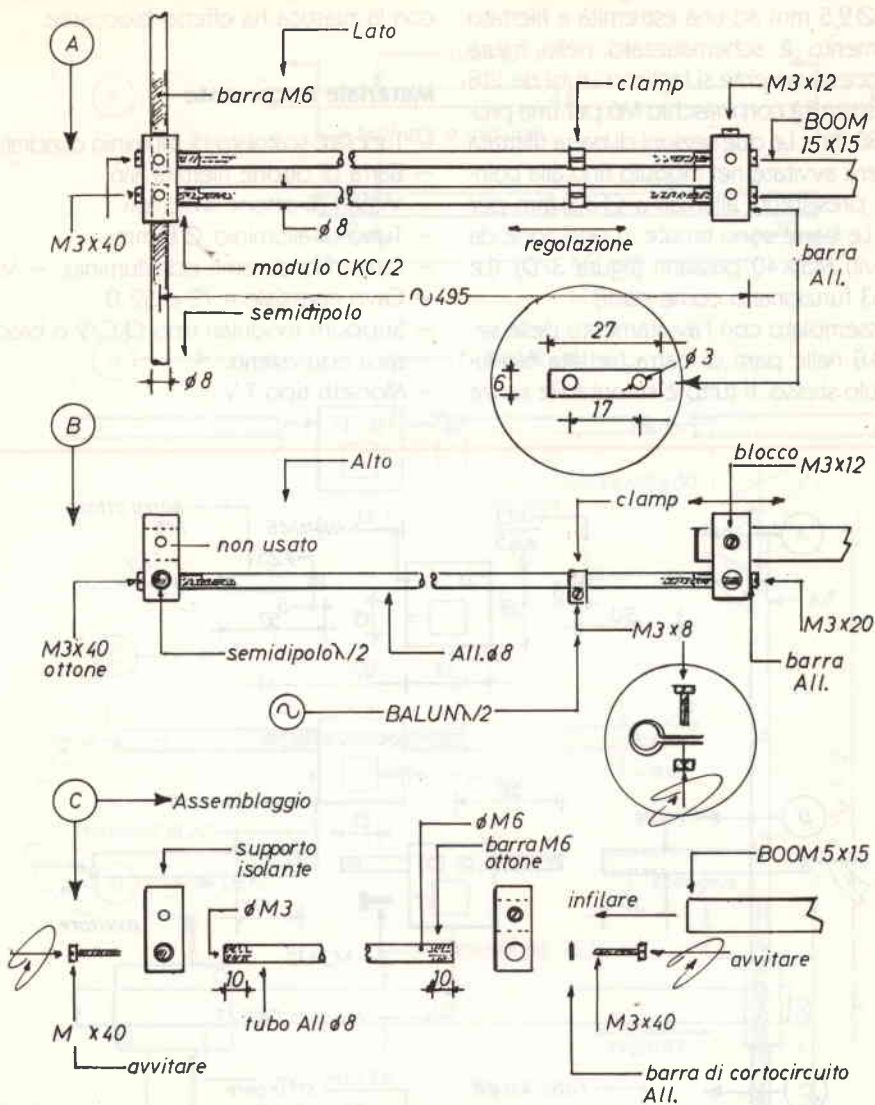
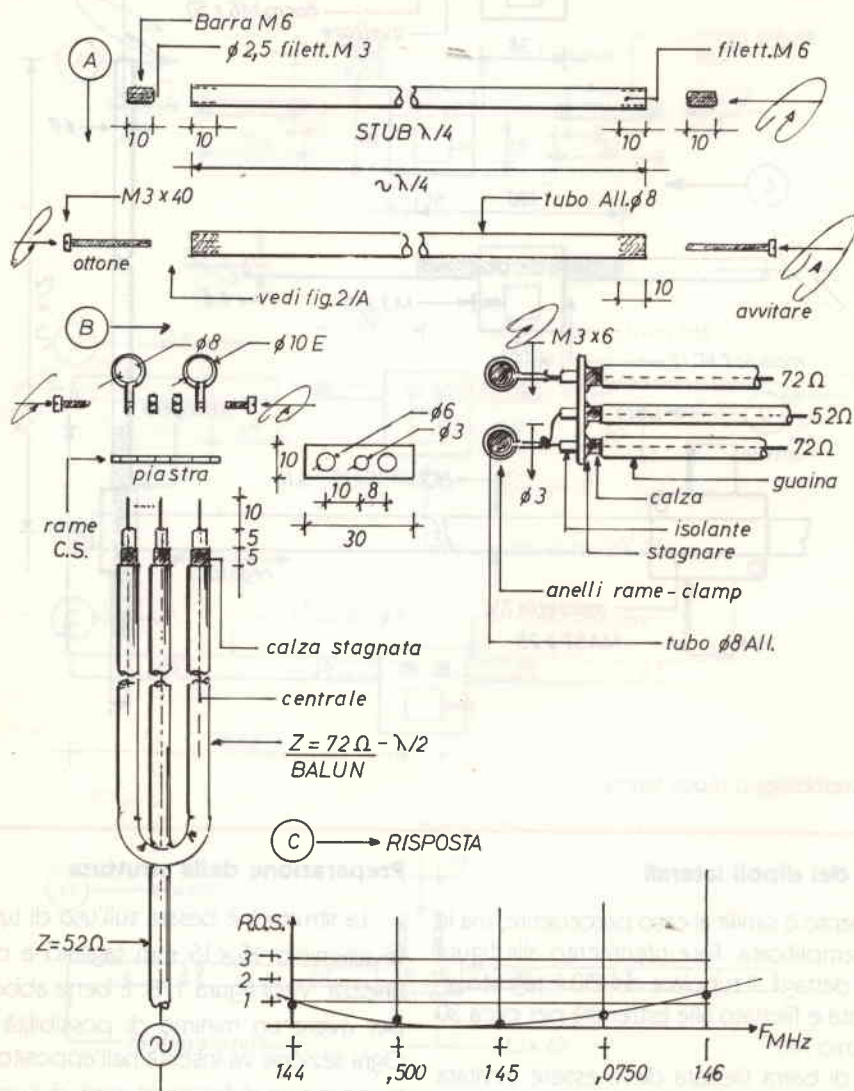

figura 2 - Dettagli stub a quarto d'onda.
figura 5 - Alimentazione e adattamento.
Suggerisco di tenere presente contemporaneamente la figura 2/A/B/C e la figura 5/A per i dettagli costruttivi. Anche per lo stub si usa lo stesso materiale dei dipoli. Le sezioni sono due tagliate a conveniente lunghezza. Ogni sezione porta uno spezzone di barra filettata M6 lunga 10 mm avvitata a ciascuna estremità. Lo spezzone è forato per la lunghezza a $\varnothing 2,5$ mm e filettato M3. Dopo inserimento nel tubo da $\varnothing 8$ bisogna bloccarla in sede bullonando leggermente entro i 10 mm dal bordo. Se tuttavia si ha l'accorgimento di praticare pochi filetti internamente al tubo questa operazione non è necessaria.
I particolari costruttivi sono visibili nella figura 2/C. Le due sezioni così preparate devono essere avvitate al punto di alimentazione nella parte centrale dell'antenna, sul modulo isolante. Vedi figura 2/A/B in dettaglio. Si usano le viti M3 x 40 mm circa, di ottone oppure inox. Dalla parte opposta le due sezioni di tubo sono fissate ad un altro modulo isolante con lo stesso sistema.
N.B. Poiché lo stub deve essere cortocircuitato, si deve inserire una barretta di alluminio, fra le viti ed il modulo. Stringendo le viti si ha anche il cortocircuito! Nel supporto isolante (CKC/2) si inserisce la corta sezione di tubolare da 15 x 15 e si ottiene l'ancoraggio al mast. Vedi figura 2/B - destra.
Le clamps sono ricavate da lamierino di alluminio o meglio rame, larghe circa 6 mm e forate a $\varnothing 3$ mm. Ogni clamp è preparata stringendo in morsa la striscia di rame su una punta da $\varnothing 7,5$ mm. Il dettaglio è nel cerchietto in figura 2/B. Le clamps sono allargate e fissate sullo stub a quarto d'onda con viti M3x600. Altri particolari sono visibili nella figura 5/B.
Il dispositivo bilanciato è ottenuto inserendo una sezione di cavo a 72Ω oppure a 52Ω di lunghezza pari a mezz'onda elettrica (lunghezza fisica moltiplicata per il fattore di velocità). In questo modo si ha uno sfasamento di 180° con conseguente bilanciamento elettrico. I dettagli costruttivi sono riportati nella figura 5/B. Il tratto di cavo a mezz'onda (150:145 MHz, moltiplicato per 0,82 se si usa cavo a 72Ω oppure moltiplicato per 0,65 se si usa cavo a 52Ω). Con il cavo a 72Ω si ha una maggiore flessibilità! Provare per credere) deve essere intestato scoprendo una parte di guaina e saldando una parte di calza per circa 5 mm. La massa comune si ottiene saldando le calze nella parte inferiore di una bassetta di vetronite forata come indicato..... dalla parte superiore fuoriesce solo l'isolante di polistirene ed il conduttore centrale, ovviamente.
Preparare lo spezzone di cavo di alimentazione tagliato ad un numero pari di mezz'onde di lunghezza elettrica e collegarlo all'eccitatore a radio frequenza. Posizionare le clamps a circa 15 cm dal mast e fare piccoli spostamenti fino ad ottenere il minimo valore di R.O.S.A titolo informativo le prove sono state fatte con eccitatore TRIO TS 770S. Misuratore di ROS DAIWA CN630 e cavo RG58/AU tagliato a 20λ mezzi x f.v. Il diagramma riportato in figura 5/C dà un'idea del tipo di risposta al variare della frequenza. Nelle prove è stato usato un mast metallico e quindi si ha avuta una certa interferenza nel lobo di irradiazione che teoricamente dovrebbe essere omnidirezionale, suggerisco quindi di usare un mast isolato, di legno od altro materiale.